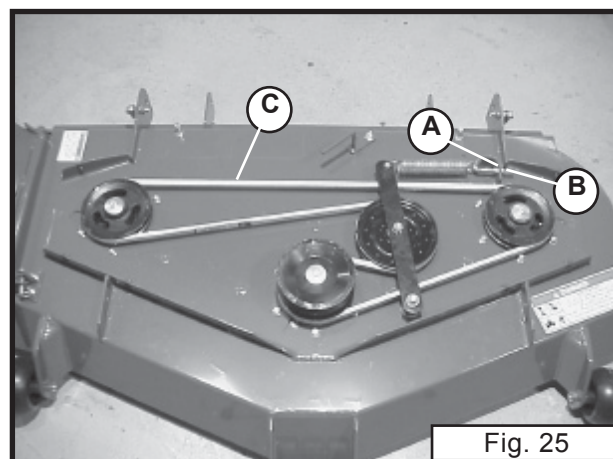

Fig. 25
(Henviser til fig. 25)
2. Løsn låsemøtrikken (A) og skru møtrikken (B) tilbage (mod uret) indtil den gamle rem (C) er slap og kan fjernes fra remskiverne.
3. Monter den nye rem korrekt på remskiverne som vist på illustrationen i fig. 25.